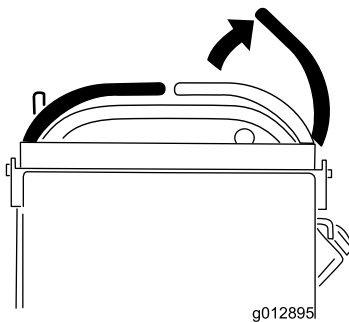

Figura 12
- Desloque as alavancas de controlo do movimento para ponto morto e desloque a alavanca de controlo de movimento do lado direito para a posição de bloqueio em ponto morto (Figura 12).